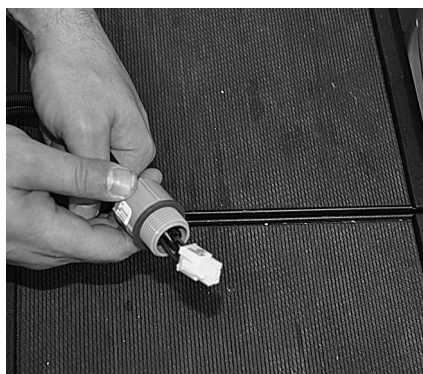

Figura 3-6. Tendido del arnés a través del adaptador
10. Pase el conector de seis clavijas a través del adaptador plástico y una junta verde. Vea la Figura 3-6.